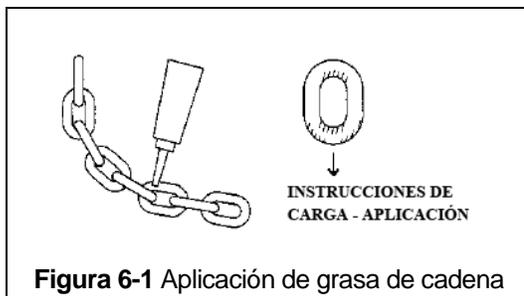

Figura 6-1 Aplicación de grasa de cadena
6.2.3 Aplique grasa lubricante Harrington (No. De Parte ER1BS1951) o un equivalente a la grasa de litio general industrial, NLGI No. 0, a las superficies de apoyo de los eslabones de la cadena de carga como se indica en las áreas sombreadas en la figura 6-1. También aplique la grasa a las áreas de la cadena de carga (áreas sombreadas en la figura 6-1) que están en contacto con la polea de carga. Asegúrese de que la grasa se aplique a las áreas de contacto en los orificios de la polea de carga.